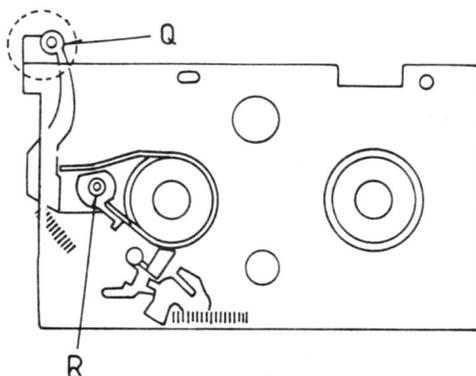

Fig. 16
- Positionner le gabarit (Fig.16)
- Retirer le gabarit et tourner le volant cabestan (133) dans le sens contraire des aiguilles d'une montre jusqu'à dégageement complet de la bande